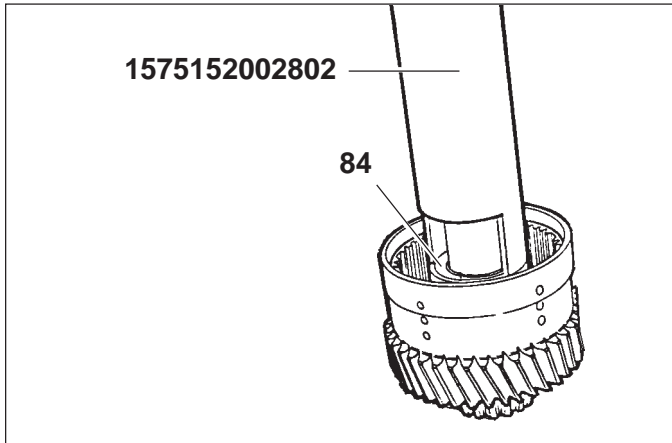

Fig. 21
- 7) Con l'attrezzo (1575152002802) tenere premuto il piattello (87) e con il cacciavite estrarre l'anello elastico (84). Sfilare quindi il piattello (87) e la molla (73) (Fig. 21).
- 7) With the tool (1575152002802) hold down the washer (87) and with a screw-driver, extract the snap ring (84). Then slide out thrust washer (87) and spring (73) (Fig. 21).